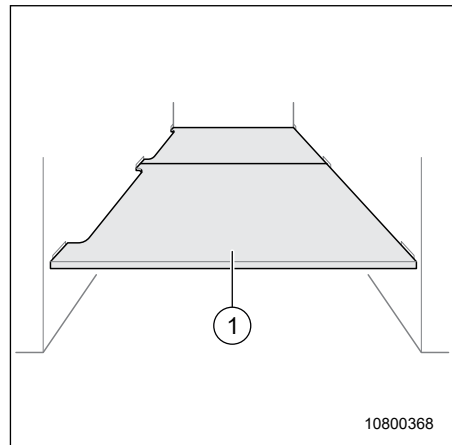

Fig. 27 Double plancher amovible
Le double plancher sous le lit (Fig. 27, pos. 1) est divisé et peut être utilisé séparément.